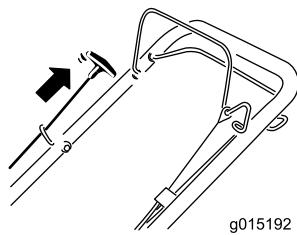

Figure 21
4. Maintenez la barre de commande de la lame contre le guidon et tirez sur la poignée du lanceur (Figure 21).